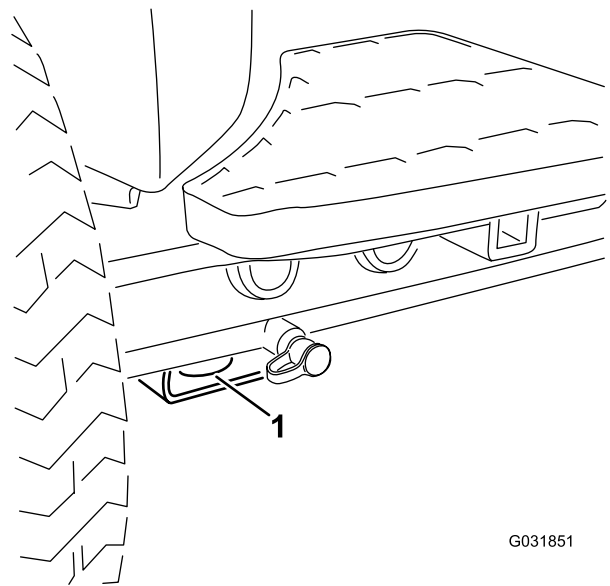

Bild 34
- Vorne: Loch im Rechteck unter dem Achsenrohr in jedem Vorderreifen (Bild 34)